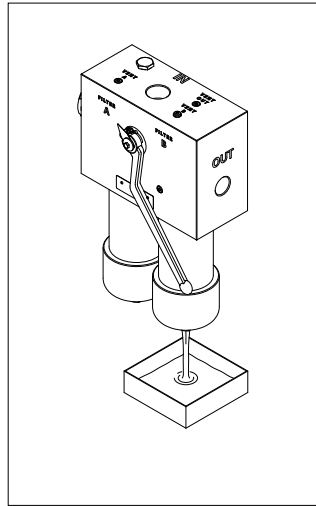

fig. 9
- (Fig. 9) Drenare il fluido di lavoro dal fondo del contenitore al recipiente di raccolta